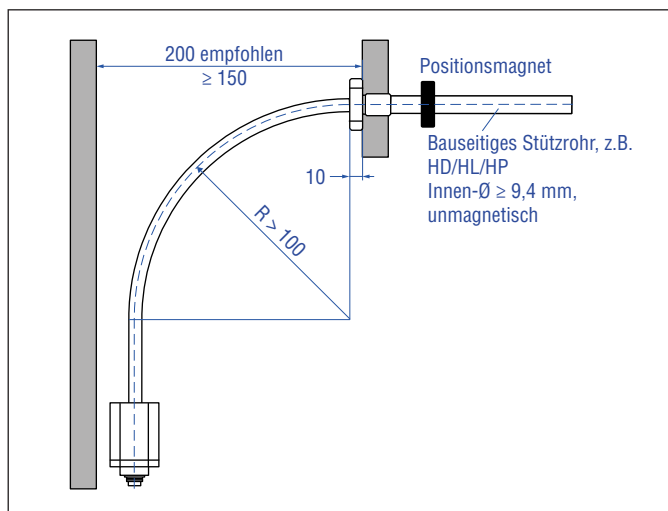

Abb. 20: Abstände für die Montage und Handhabung
3. Halten Sie bei der Montage/Demontage des Sensors einen Mindestabstand von 150 mm zu einer räumlichen Begrenzung ein. Der empfohlene Abstand beträgt 200 mm (Abb. 20).